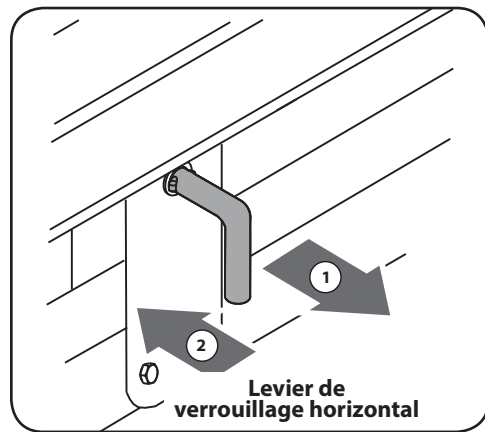

Figure 4-4
- b. Le levier de verrouillage horizontal est autobloquant. Le verrou à ressort s'enclenche lorsque la poutre est abaissée en position. Voir Figure 4-4.